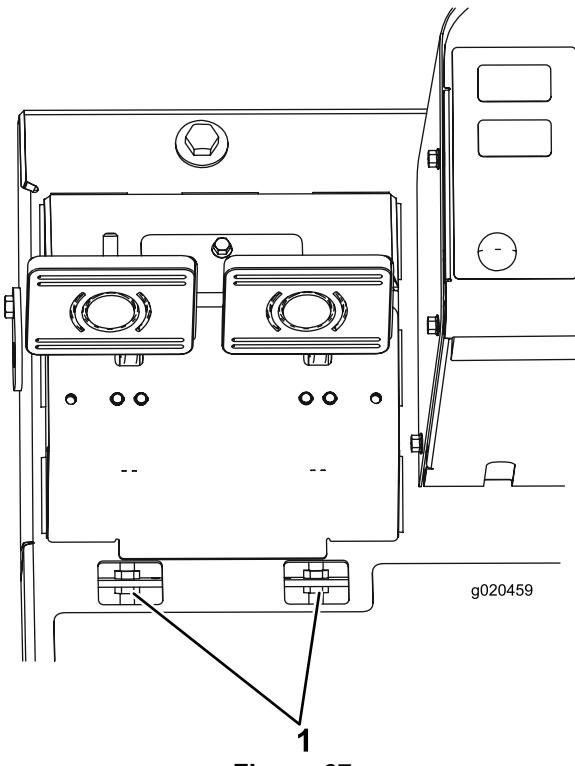

**Figura 66**
- A. Allentate le 2 viti di fissaggio e rimuovete il coperchio di regolazione dei freni (Figura 66).